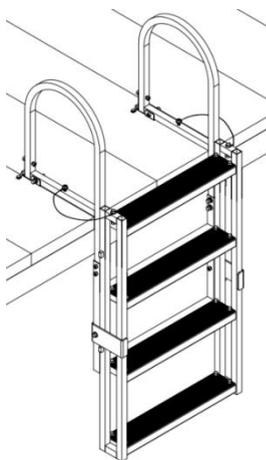

Fig 1
- 4) Placez l'échelle dans la piscine sans bande adhésive magique (Fig. 1.), puis laissez le bas de l'échelle toucher le fond de la piscine, accrochez l'échelle au support de fermoir,